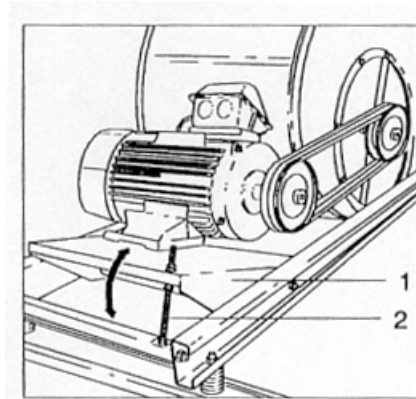

Fig. 9a: DAN-X 3/6-5/10
De afstelling van de snaarspanning volgens bovenstaande tabel dient plaats te vinden volgens onderstaande instructies en fig. 9a en 9b. De motor is geplaatst op een spanslede (1). Tussen de spanslede en het montageframe bevindt zich een draadeind (2) met moeren, waarmee de positie van de spanslede kan worden versteld. Hiermee wordt de juiste snaarspanning ingesteld.